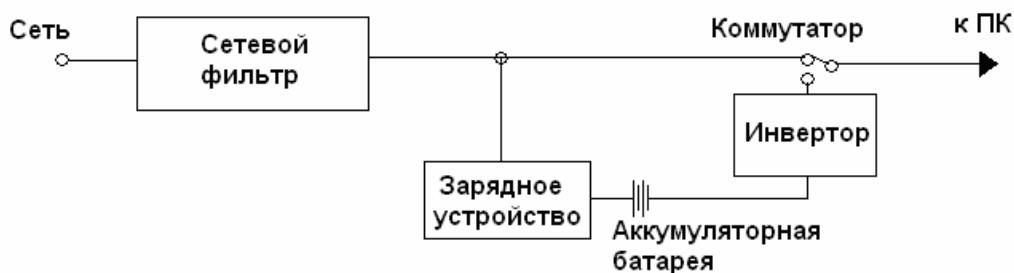

Рисунок 45 – Структурная схема ИБП резервного типа
*ИБП архитектуры off-line.* Их ещё называют автономными или резервными ИБП (*standby/off-line/back-up UPS*). В сетевом режиме ИБП off-line питает ПК через ветвь, содержащую только входной фильтр, который устраняет пиковые нагрузки и предохраняет питаемые устройства от резких колебаний в сети. Одновременно зарядное устройство ИБП подзаряжает аккумуляторные батареи. Если подача электроэнергии прекратилась или напряжение в сети стало ниже некоторой допустимой величины, то ИБП включает питание от батарей. Поскольку питание ПК и периферийного оборудования обеспечивается напряжением промышленной сети переменного тока, постоянное напряжение аккумуляторной батареи должно быть преобразовано в переменное со значением, соответствующим номинальному значению напряжения сети. Для этого в ИБП используется специальное устройство — преобразователь (инвертор). Среди достоинств ИБП off-line стоит отметить простоту схемного решения, дешевизну, минимальные габариты и вес. Эти источники целесообразно использовать для защиты персональных компьютеров, периферийного оборудования, бытовой оргтехники (рисунок 45).